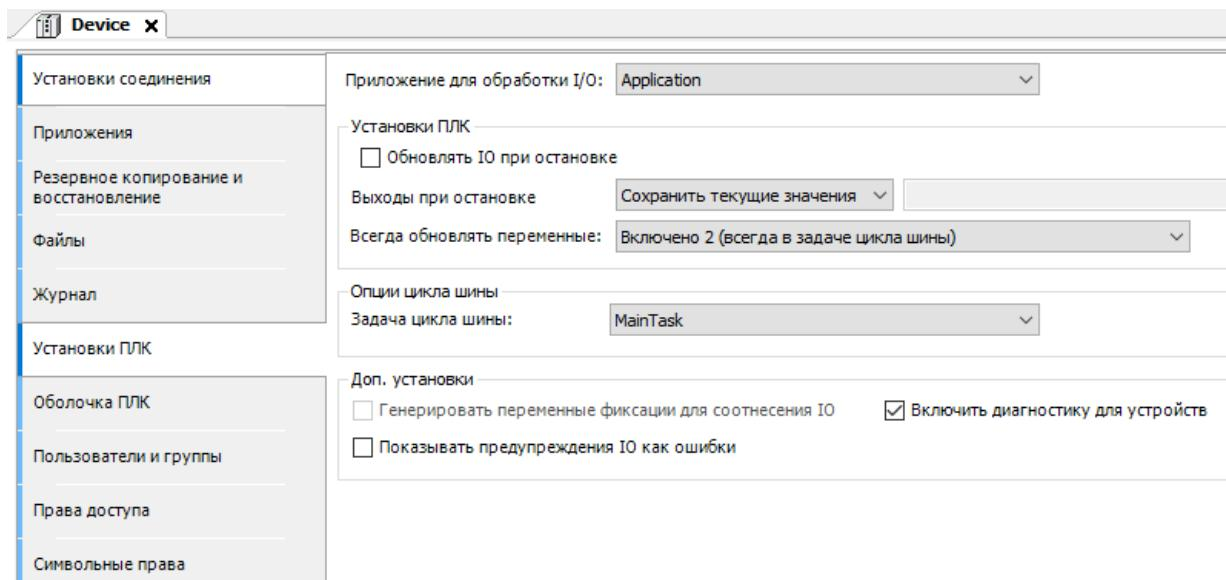

Рисунок 2.5 – Настройка установок ПЛК
**Настройка установки ПЛК.** Для настройки установок ПЛК необходимо в дереве проекта перейти во вкладку «*Device*» путем двойного нажатия на левую клавишу мыши. В рабочем поле откроется окно «*Device*», в котором расположено 15 вкладок: «*Установка соединения*», «*Приложения*», «*Резервное копирование и восстановление*», «*Файлы*», «*Журнал*», «**Установки ПЛК**», «*Оболочка ПЛК*», «*Пользователи и группы*», «*Права доступа*», «*Символьные права*», «*Licensed Software Metrics*», «*МЭК-объектов*», «*Размещение задачи*», «*Состояние*» и «*Информация*». Перейдем во вкладку «*Установки ПЛК*» (рис. 2.5). У пользователя есть возможность настройки ряда параметров: «*Приложение для обработки I/O*» (по умолчанию – **Application**), «*Установки ПЛК*», «*Опции цикла шины*» и «*Доп. установки*». Необходимо в параметре «*Всегда обновлять переменные*» выбрать «**Включено 2 (всегда в задаче цикла шины)**», в параметре «*Задача цикла шины*» выбрать «**MainTask**», в параметре «*Генерировать переменные фиксации для соотнесения I/O*» выбрать «**Вкл**», в параметре «*Показывать предупреждения I/O как ошибки*» выбрать «**Вкл**».